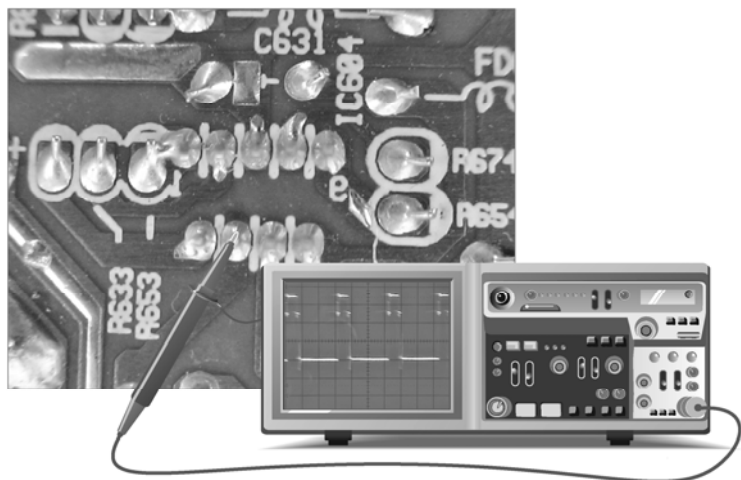

图 2-56 LM2435T②脚输出的 B 信号波形的检测
然后检测 IC604 的②脚输出的蓝基色 B 信号的波形。将示波器探头放到引脚的焊点上,具体操作及测试波形如图 2-56 所示。从图中可以看出,这个信号的幅度约为 25 V,说明 B 输出信号也是正常的。